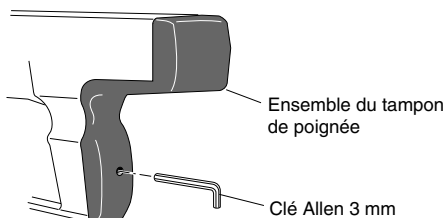

Figure 5 - Retrait de l'ensemble du tampon de poignée
1. Desserrer la vis à l'arrière du tampon de la poignée au moyen d'une clé Allen de 3 mm. Ne pas retirer la vis du coussinet (consulter la Figure 5).